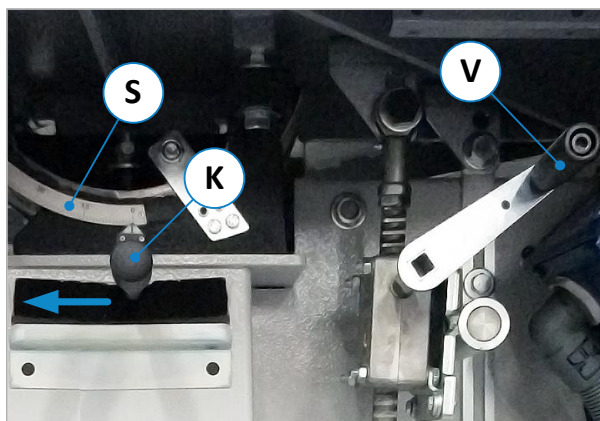

Figure 69 : dispositif d'inclinaison de table
- Commencez par débloquer le serrage en faisant pivoter le levier de serrage (K) complètement vers la gauche (voir le sens de la flèche sur la ⇒ Figure 69).
- Réglez l'angle d'inclinaison souhaité pour la table de la machine à l'aide de la manivelle (V) et en lisant l'échelle angulaire (S).
- Fixez la position réglée en ramenant le levier de serrage (K) dans la position de droite.